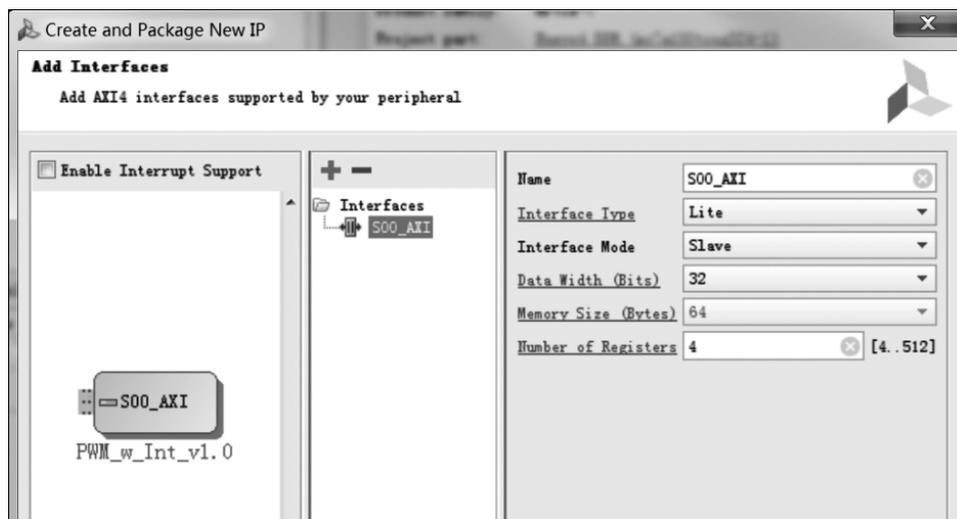

图 3-4 AXI4 接口类型和参数设置
(4) 在下一步的界面中,设定该模块 AXI4 接口的类型和参数。这里选择接口类型为 AXI4-Lite 的从端口,该接口包含 4 个寄存器,寄存器的位数为 32 位,如图 3-4 所示。